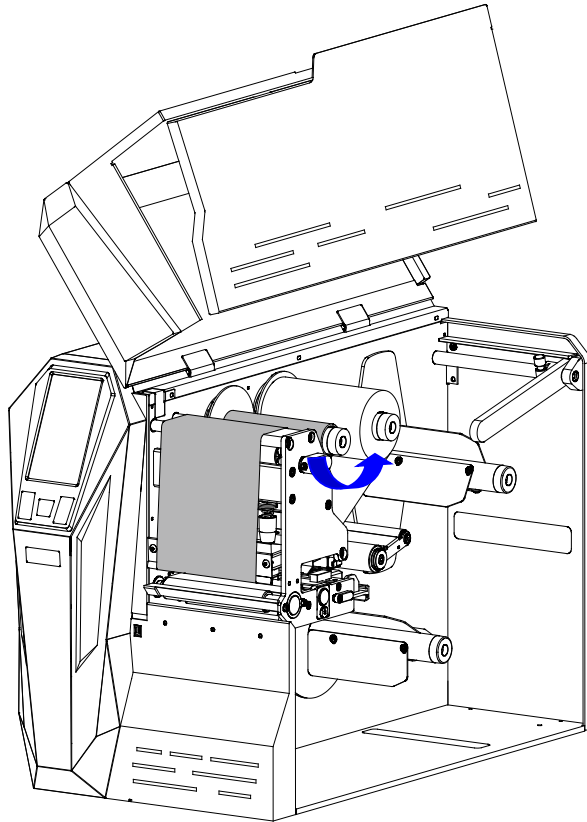

图 2-15 将空卷芯套入碳带回收轴
- 将卷好碳带的空卷芯绕过碳带导向杆，套入碳带回收轴，并靠紧碳带回收端限位盘，沿逆时针方向转动碳带回收轴，直至碳带绷紧，如图 2-15 所示。碳带安装完成。